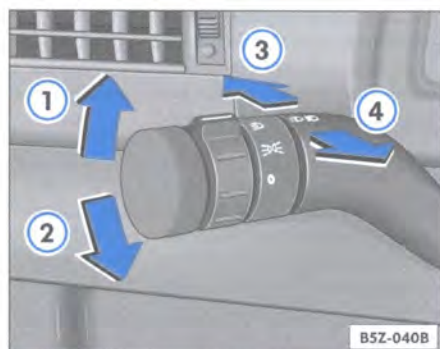

Fig. 53 Palanca de los indicadores de dirección y de conmutación de los faros
– Mueva la palanca hacia arriba, hasta el tope ⇒ fig. 53 ①, para indicadores de dirección a la derecha, y hacia abajo ② para indicadores de dirección a la izquierda. La luz correspondiente en el cuadro también parpadea. ▶
– Para encender los faros altos / faros de largo alcance, presione la palanca ⇒ página 74, fig. 53 ③ en la dirección del panel, con el encendido conectado. Con los faros altos conectados, aparece en el panel una luz correspondiente al faro alto y se apagan los faros bajos ⇒ .
– Para apagar, presione nuevamente la palanca ⇒ página 74, fig. 53 ④ en la dirección del volante.
– Con los faros apagados, presione la palanca en dirección al volante ⇒ página 74, fig. 53 ④, para accionar la luz de ráfagas. Durante la luz de ráfagas, se enciende la luz correspondiente al faro alto en el panel.